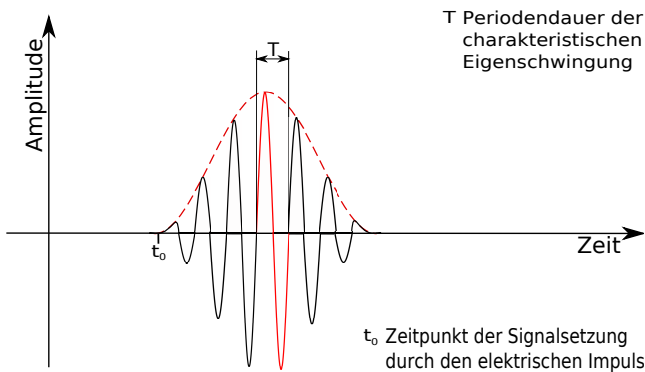
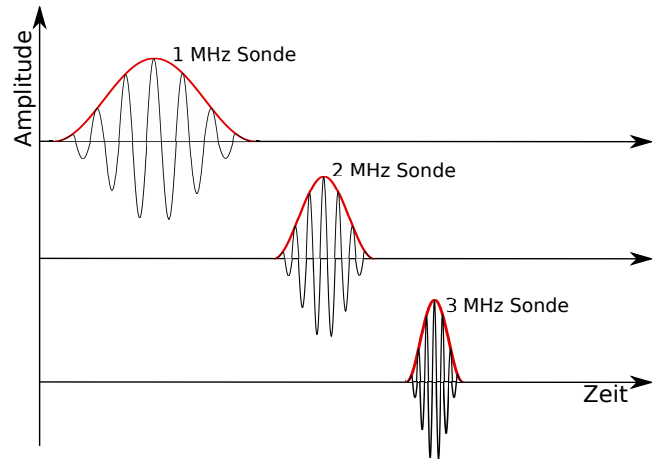

Abb. 11: Charakteristischer Impuls eines Ultraschallwandlers.
Abb. 12: Länge der Impulse verschiedener Sonden.
Der Wandler ist über ein Kabel mit dem Gerät verbunden. Dieses sendet einen kurzen elektrischen Impuls aus, der den Kondensator auflädt. Verglichen mit Beispiel 2 stellt der Schlag auf die Trommel sozusagen den elektrischen Impuls dar. Über den inversen piezoelektrischen Effekt wird dadurch nämlich der eingebaute Quarzkristall kurz zusammengedrückt und beginnt dann in seiner charakteristischen Eigenfrequenz zu schwingen. Die Eigenfrequenz hängt maßgeblich von der Form und Breite des Piezokristalls ab. Auf Grund der Dämpfung dauert diese Schwingung nur wenige Perioden an. Der Ultraschallwandler schwingt dabei wie in Abb. 11. Dieser mechanische Impuls des Ultraschallwandlers breitet sich nun über die Kopplung der einzelnen Atome im zu untersuchenden Material als Welle aus.
Die Form des charakteristischen Impulses eines Ultraschallwandlers wie in Abb. 11 dargestellt, hängt von mehreren Faktoren ab.
- Die Eigenfrequenz des Piezokristalls beeinflusst die Impulsform. Dabei gilt, je größer die Eigenfrequenz ist, desto kürzer ist die Periodendauer. Damit wird bei gleicher Schwingungsanzahl pro Impuls die Impulslänge mit steigender Frequenz immer kürzer (In Abb. 11 sehen Sie beispielsweise 6,5 Schwingungen pro Impuls). In Abb. 12 ist die Form des Impulses in Abhängigkeit von der Frequenz der Sonde dargestellt. Die rote Linie in Abb. 12 wird die *Einhüllende* des Ultraschallimpulses genannt. Sie beschreibt die grobe Form des Impulses, ohne die Schwingungen im Detail zu zeigen.